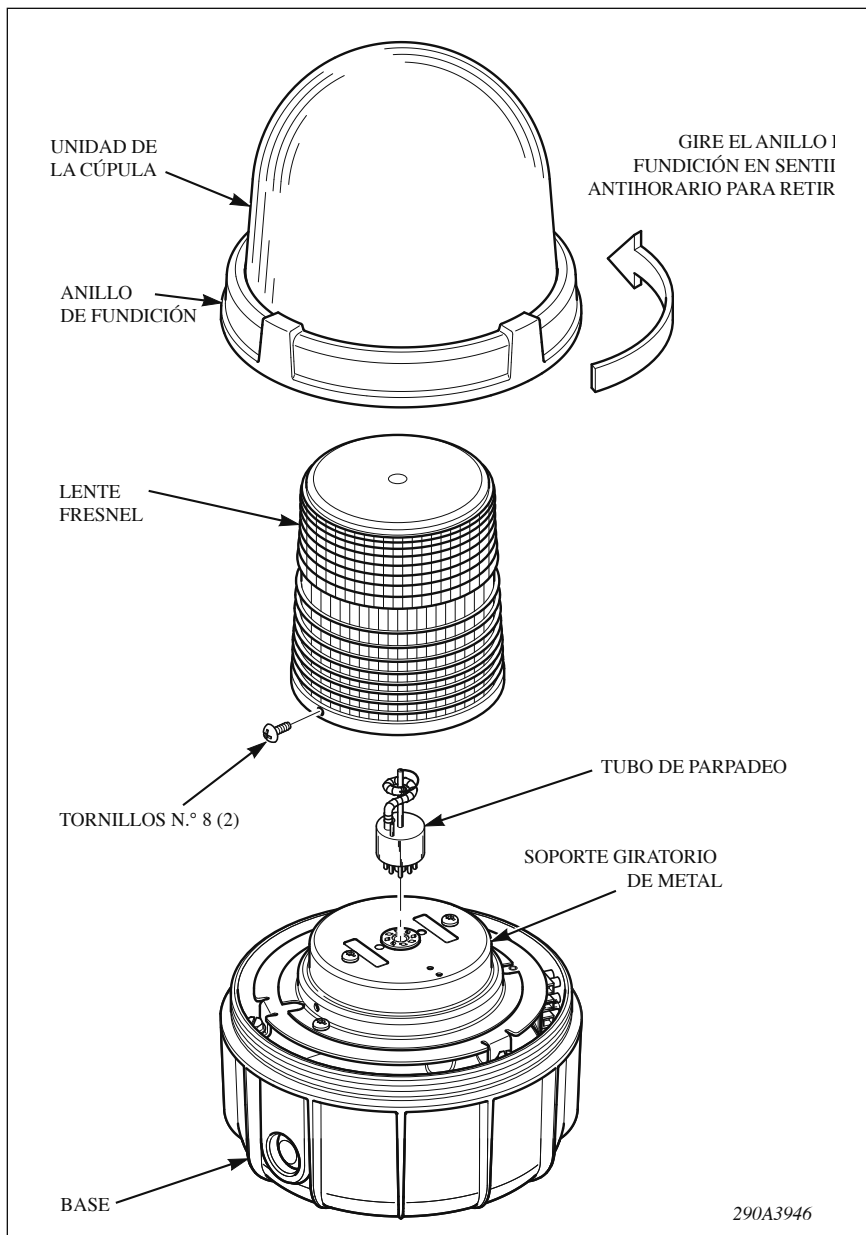

Figura 3
A. REEMPLAZO DEL TUBO DE PARPADEO (vea la figura 3).